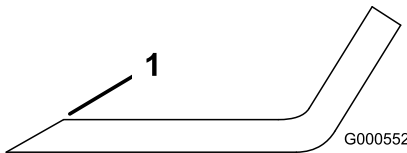
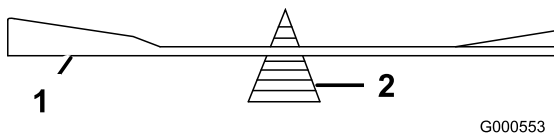

Figure 49
Figure 50
1. Au moyen d'une lime, aiguissez les tranchants aux deux extrémités de la lame (Figure 49). Veillez à conserver l'angle de coupe d'origine. Limez la même quantité de métal sur chacun des deux tranchants pour ne pas déséquilibrer la lame.
2. Vérifiez l'équilibre de la lame en la plaçant sur un équilibreur (Figure 50). Si la lame reste horizontale, elle est équilibrée et peut être utilisée. Si la lame est déséquilibrée, limez un peu l'extrémité de la partie relevée seulement (Figure 49). Répétez la procédure jusqu'à ce que la lame soit équilibrée.